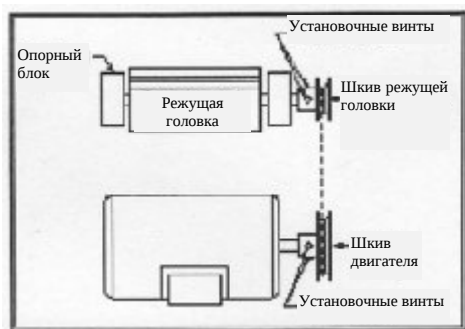

Рисунок 2. Выравнивание шкива и клинового ремня
2. Выровняйте двигатель и шкивы режущей головки относительно друг друга с помощью отвеса или поверочной линейки. Перемещайте двигатель до тех пор, пока боковая сторона шкива двигателя не будет выровнена со шкивом режущей головки, затяните регулировочные болты двигателя. (см. рисунок 2)